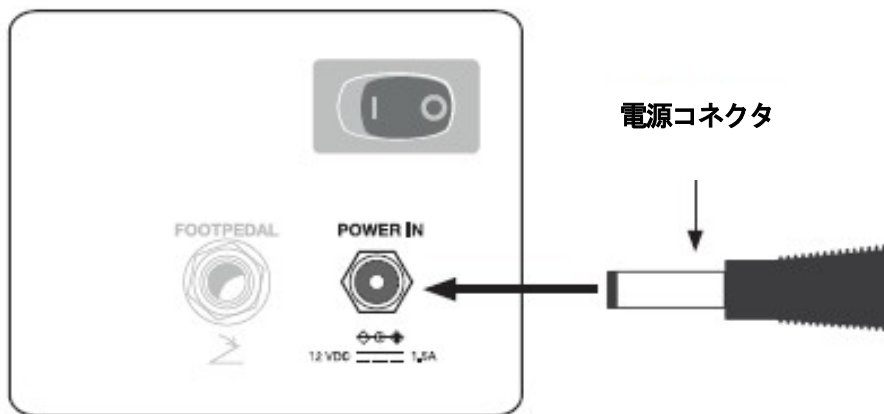

図 5-1 : 12 V 電源の接続
- 5.1 コンソールの裏側に POWER IN と表示された差込み口があるので、12 V の電源コネクタを差し込んでください (図 5-1 参照)